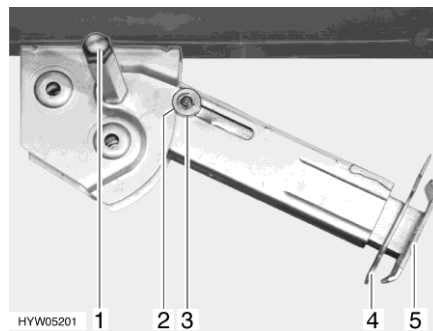

Fig. 43 Apoyo de elevación
- Colocar la llave de vaso en el hexágono (Fig. 43,1) y girarla hasta que el apoyo de elevación quede verticalmente hacia abajo.
- Extraer la clavija hendida (Fig. 43,4) de la prolongación del pie de apoyo (Fig. 43,5).
- Colocar la llave de vaso en el hexágono (Fig. 43,1) y girarla hasta que el apoyo de elevación esté de nuevo libre del suelo.
- Introducir totalmente la prolongación del pie de apoyo (Fig. 43,5) e introducir la clavija hendida (Fig. 43,4) en el orificio previsto para ello que hay en la prolongación del pie de apoyo.
- Girar con la llave de vaso en el hexágono (Fig. 43,1) hasta que el apoyo de elevación bascule hacia arriba y la arandela de guía (Fig. 43,3) esté totalmente introducida en la entalladura (Fig. 43,2).